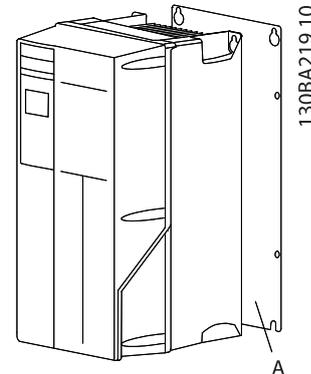

Abbildung 3.2 Korrekte Montage mit Rückwand
- Befestigen Sie den Frequenzumrichter auf einer ebenen, stabilen Oberfläche oder an der optionalen Rückwand, um die Luftzirkulation zur Kühlung zu gewährleisten (siehe *Abbildung 3.2* und *Abbildung 3.3*).